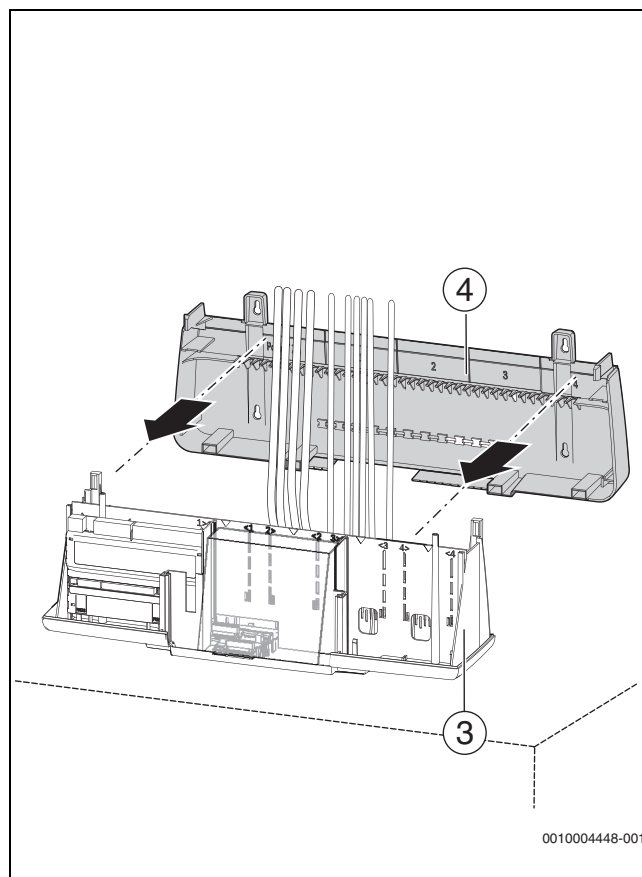

Fig. 40 Fixer le panneau arrière de la partie inférieure du boîtier
- Fixer le panneau arrière (→ fig. 40, [4], page 32) sur la partie inférieure du boîtier [3].